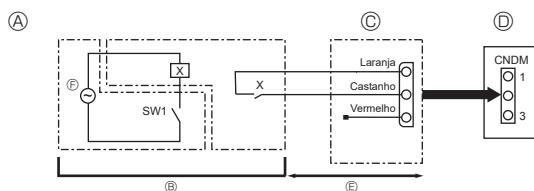

Fig. 8-1
① Ligue a fonte de alimentação (disjuntor).
② Depois de a válvula de retenção do líquido ter fechado, ligue (posição ON) o interruptor SWP no painel de controlo da unidade exterior. O compressor (unidade exterior) e os ventiladores (unidades interiores e exteriores) começam a funcionar e a operação de recuperação de refrigerante tem início. O LED1 e o LED2 no painel de controlo da unidade exterior acendem.
8.1. Modo de baixo nível de ruído (modificação no local) (Fig. 8-1)